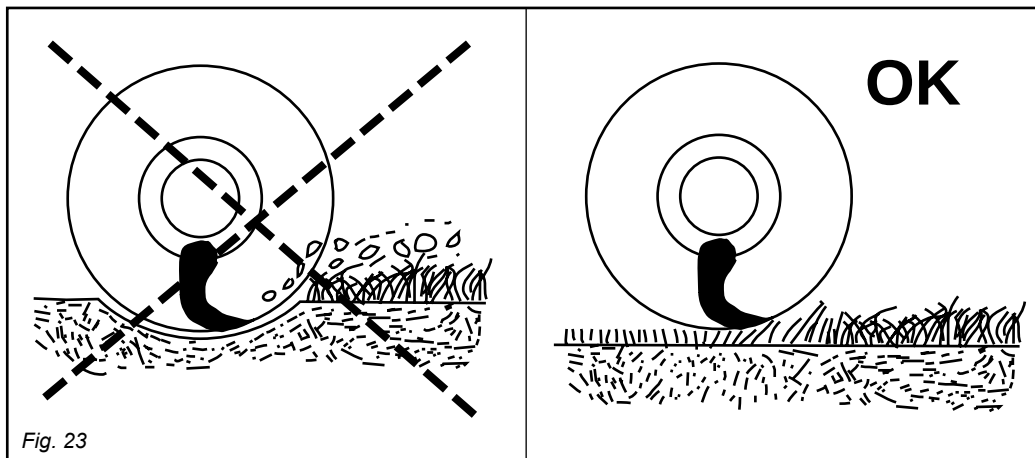

Fig. 23
- Se necessario regolare con il sollevatore l'altezza di lavoro, evitando che gli organi di taglio (coltelli o mazza) vadano a contatto con il terreno (Fig. 23).
- *Indstil eventuelt arbejdhøjden ved hjælp af liften, og sørg for, at hakkekomponenterne (knive eller blade) berører jorden (Fig. 23).*
- Ställ in arbetshöjden med hjälp av lyftsysteemets om det behövs och se till klippenheterna (knivar eller slagor) inte kommer i kontakt med marken (Fig. 23).